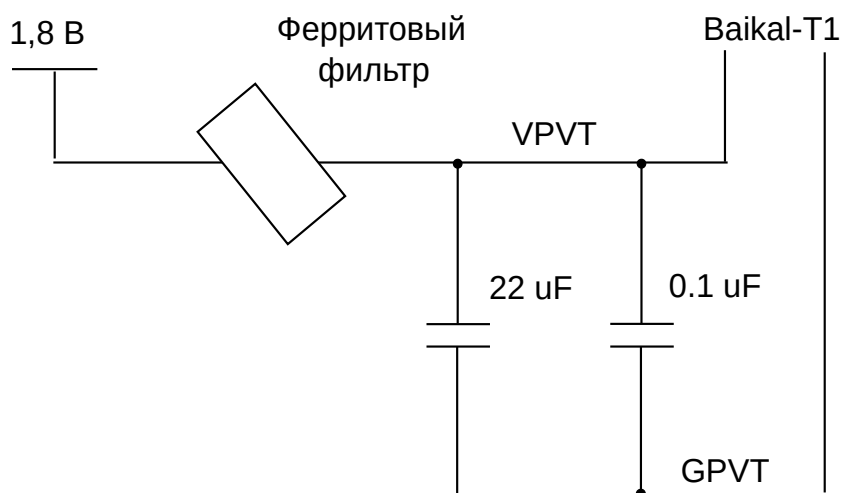

Рисунок 4 - Подключение контактов VPVT и GPVT
- 5) VPVT может соединяться с источником питания платы напряжением 1,8 В с помощью банка конденсаторов (22 мкФ, 0,1 мкФ) и ферритового фильтра (BLM15AX601SN1D или подобного). Контакт GPVT не должен соединяться с питанием платы напрямую, см. рисунок 4.